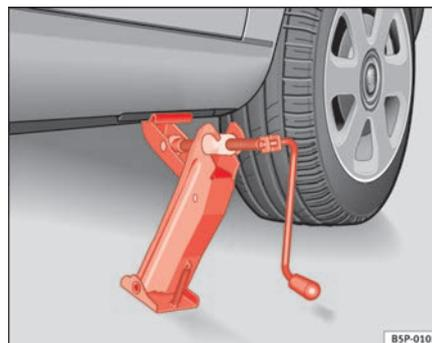

Fig. 177 Colocação do macaco
- Ajustar o macaco de modo a que a respectiva garra envolva o perfil da longarina inferior e a base móvel fique totalmente assente no chão ⇒ fig. 177.